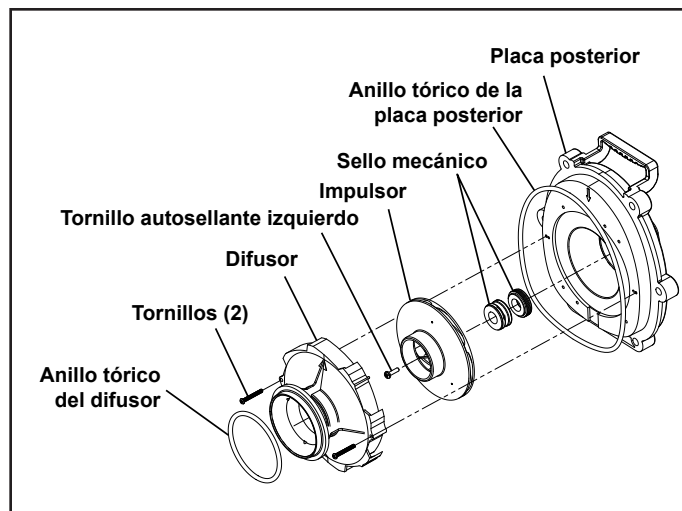

Figura 19. Plano de despiece mecánico de la placa posterior, del impulsor, del difusor
**NOTA** Consulte la Figura 19 para ver una ilustración de la ubicación del sello mecánico y el impulsor.